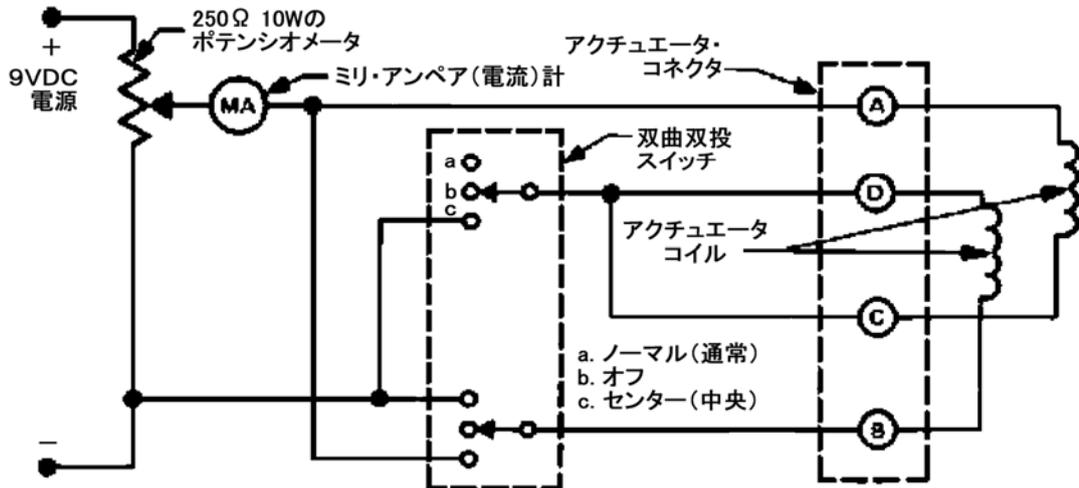

図 2-2 アクチュエータ調整用回路
6. アクチュエータの端子からリード線を外します。図 2-2 に示すようにアクチュエータに調整回路を接続し、通常の油圧をアクチュエータに供給します。ポテンシオメータが回転するにつれてターミナル(出力)軸が全角度に動き、ポテンシオメータで設定した任意の電流値に対して常に同じ角度になることを確認します。出力軸の位置・作動に異常がある場合は油圧供給に問題があると思われます。